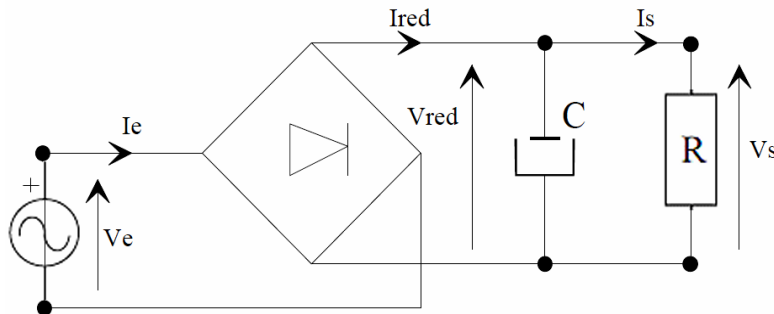

Figure 1
La figure 1 ci-dessous représente la structure d'un redresseur classique avec condensateur en tête (C). En sortie, la charge est représentée par une résistance R . La source de tension en entrée est alternative sinusoïdale, de valeur efficace 110 V et de fréquence 60 Hz . Le pont redresseur à diode est un PD2.